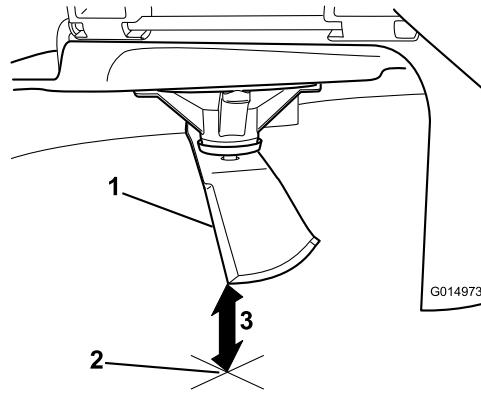

**Figure 62**
3. Distance mesurée entre la lame et la surface (A)
4. Tournez la même lame de 180 degrés pour amener l'autre tranchant à la même position (Figure 62).